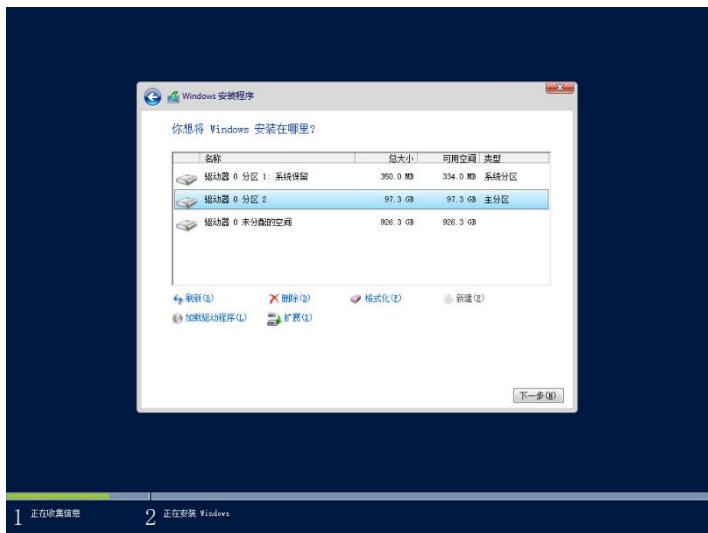

图 6-30
- l. 单击确定系统会自动为系统文件创建一个额外的分区。如图 6-30 所示。